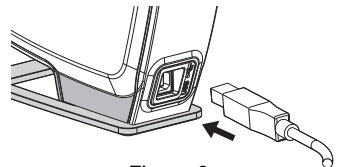

Figura 6
- 1 Conecte el cable USB en el puerto USB que se encuentra en la parte posterior de la etiquetadora. Consulte la Figura 6.